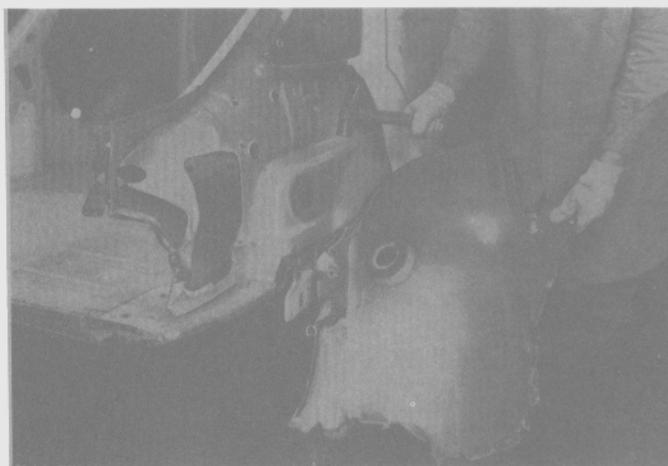

Fig. 224
- Retirar la parte dañada del panel exterior en la unión con el marco de la ventanilla, el gotero, el panel trasero, el pasarruedas y el panel lateral interior. (Fig. 224).